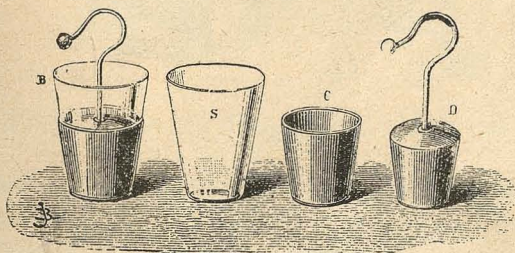

Fig. 178.—Botella de armaduras movibles.
5. **Botellas de Leiden de armaduras movibles.**—Cuando se descarga una botella de Leiden con el excitador, se nota que después de la descarga puede dar muchas chispas (*carga residual*). Esas chispas son debidas á que el fluido eléctrico penetra en el espesor de la lámina de vidrio y necesita cierto tiempo para descargarse. Se nota ese hecho por medio de la botella de Leiden de *armaduras movibles* (fig. 178) que se compone de una envoltura